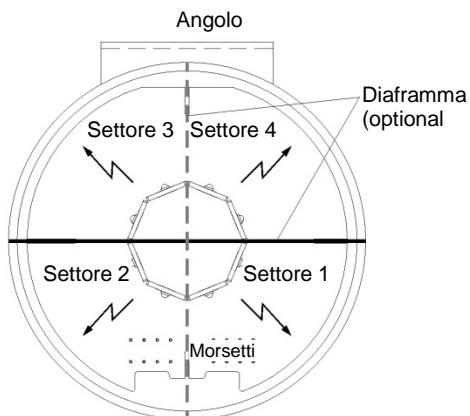

Figura 2 - Suddivisione in settori dell'emittenza luminosa
Una volta applicata la tensione di esercizio in una delle tre modalità opzionali (luce rotante, luce lampeggiante, luce flash), il segnale di allarme visivo viene generato e indicato attraverso 16 LED. I led formano due file orizzontali luminose. Le file sono suddivise in settori; 1 settore è sempre costituito da 4 LED. Dei 4 settori, è possibile disattivarne 1 o 2; vedere Figura 2 - Suddivisione in settori dell'emittenza luminosa. Ciò può servire per ridurre al minimo l'assorbimento di potenza delle direzioni di emissione necessarie o per impedire informazioni errate o abbagliamento. Le modalità operative, il disinserimento dei settori e l'attivazione di una possibile regolazione notturna dell'intensità di luce si possono configurare tramite i commutatori tipo DIP-switch. In un ambiente oscuro, la regolazione notturna dell'intensità della luce corrisponde a < 50 Lux.
- L'emittenza luminosa è suddivisa in 4 settori (vedere figura 2 - Suddivisione in settori dell'emittenza luminosa) Ogni settore può essere disattivato individualmente. Tuttavia non è possibile disattivare più di 2 settori insieme. In questo caso la regolazione viene ignorata e tutti i settori rimangono attivi. In questo modo si ha la certezza che, indipendentemente dalle impostazioni del commutatore, almeno 2 settori rimangono attivi.